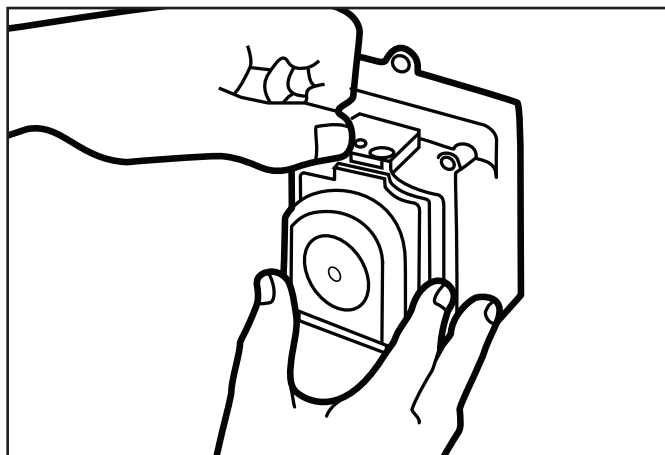

Figure 22. Verrouiller le couvercle
4. Pour verrouiller le couvercle en place, appuyer sur le couvercle tout en tournant la languette verticale de 180 degrés de droite à gauche. Installer la vis de blocage cruciforme. Se reporter à la Figure 22.